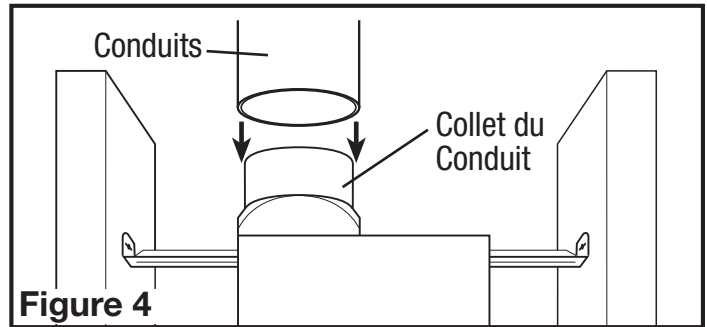

Figure 4
- Raccorder le conduit au collet de conduit du ventilateur (Figure 4). Fixer en place à l'aide de ruban ou de serre-joint. Toujours évacuer le ventilateur vers l'extérieur au travers de chapeau mural ou de toit. Il est recommandé que les raccords d'extrémité basse de restriction sont utilisées.